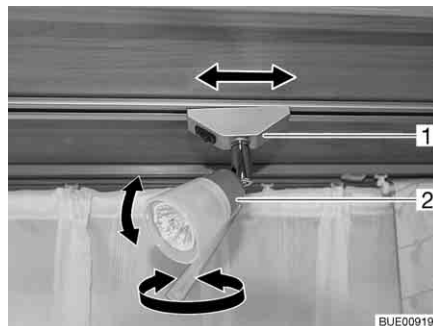

Bild 65 Spotlight
**Vrida:** ■ Ta tag i huset (Bild 65,2) och vrid.
**Förskjuta:** ■ Ta tag i fästet (Bild 65,1) och vrid runt ca 45°.
**Ta av:** ■ Ta tag i fästet (Bild 65,1) och vrid runt 90°.